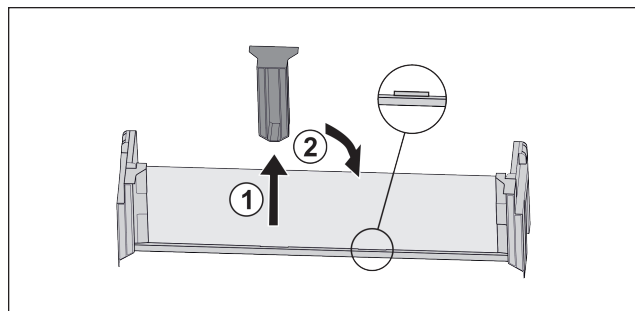

Fig. 92
- ▶ Snemite sredinski držalni del Fig. 92 (1).
- ▶ Sredinski držalni del vstavite na drugem položaju Fig. 92 (2).